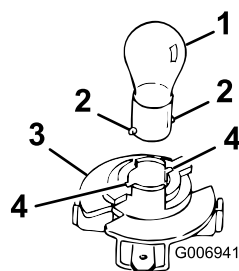

Bild 33
- Setzen Sie die Birne ein und drehen Sie diese nach links bis zum Anschlag (ungefähr 1/4 Umdrehung), und nehmen Sie die Birne aus der Birnenfassung heraus (Bild 33).
- Stecken Sie den Sockel in die Fassung (Bild 33).